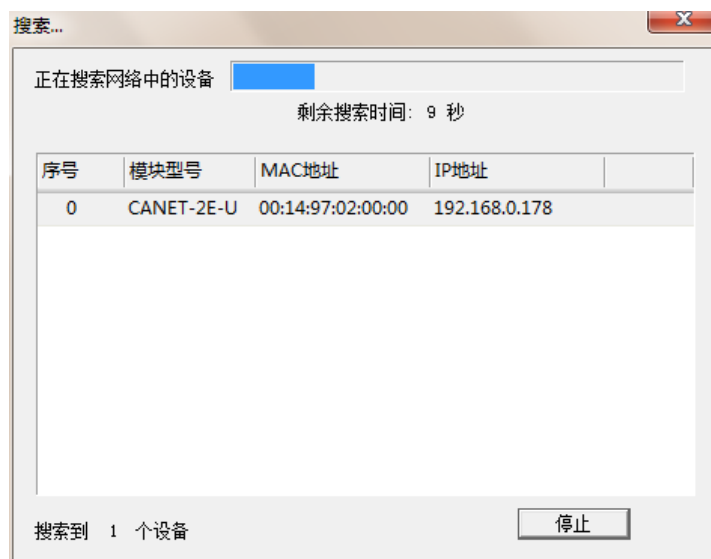

图 3.2 ZNetCom 软件搜索设备
5. 单击  出现如图 3.2 所示界面，可以获知设备 IP 地址。